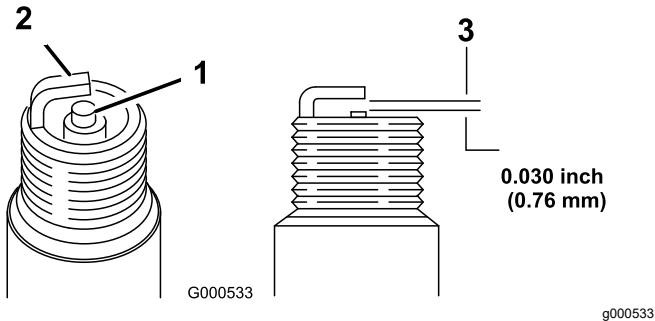

Figura 24
- Impostate la luce sul tappo a 0,76 mm, fate riferimento a (Figura 24).